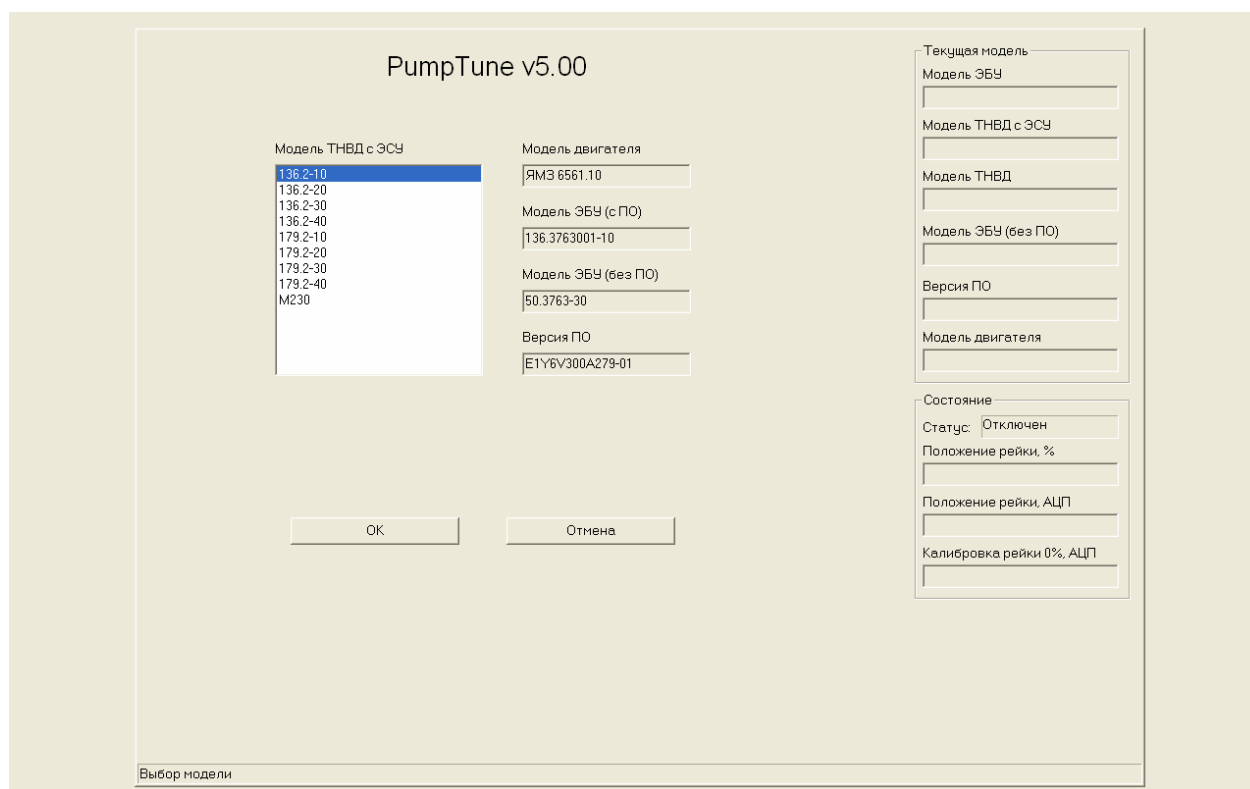

Рис. 3.1. Выбор модели.
3.2.2. Включить питание БНС-5, запустить на компьютере программу PumpTune. Выбрать из списка модель ЭБУ (рис. .3.1).